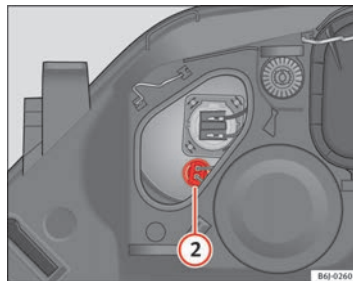

Abb. 150 Standlicht ▶
- Ziehen Sie den Stecker ⇒ **Abb. 150** **②** nach außen ab.